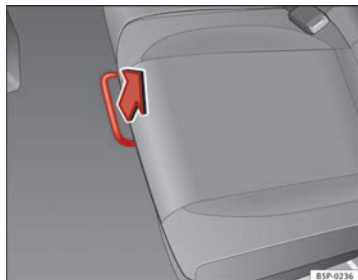

Fig. 95 Barre de déverrouillage de la banquette arrière
- En position assise, déverrouillez le levier dans le sens de la flèche ⇒ fig. 95.